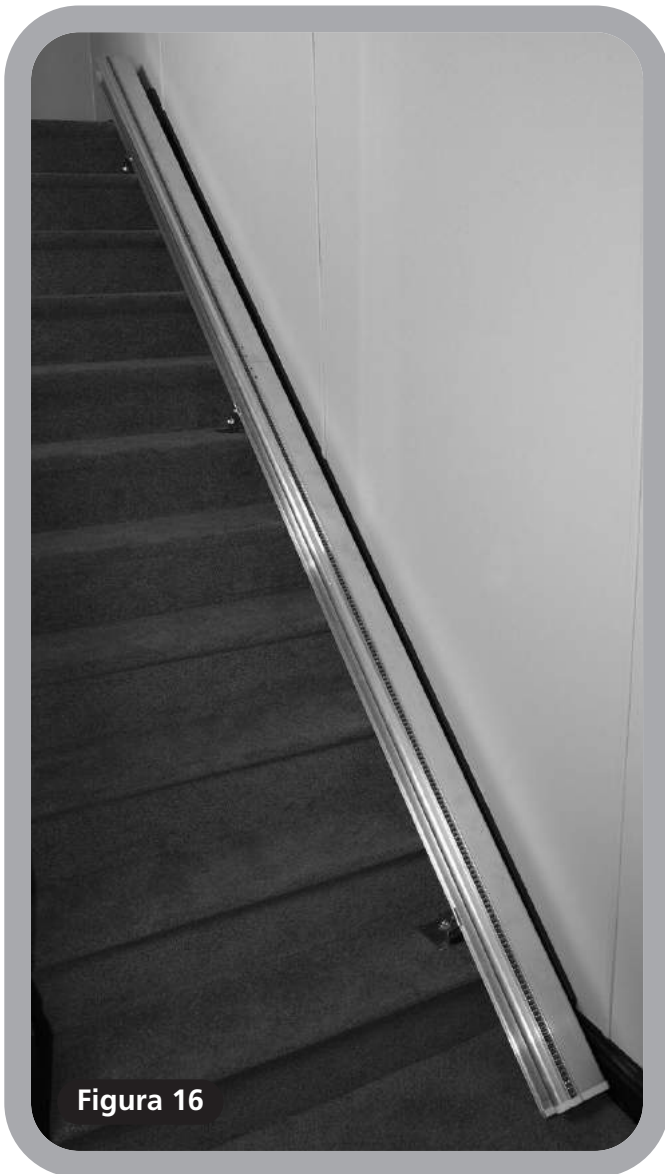

Figura 16
- 1 Deslice el riel hacia el lado de las escaleras donde finalmente será colocado para posicionar los pies. Deberá posicionar los pies de forma que toquen el larguero (**Figura 16**).